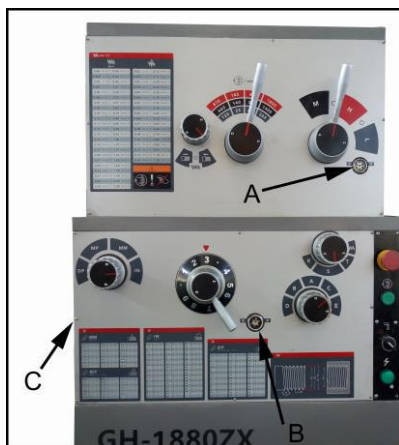

Рисунок 22
Уровень масла должен достигать отметки уровня на смотровом стекле (А, рисунок 22).
Уровень масла должен достигать отметки уровня на смотровом стекле (B, рисунок 22). Залейте масло, выкрутив 2 винта на верхней крышке.
**Слейте масло после первого месяца эксплуатации.** Снимите сливную пробку (C, рисунок 22). Залейте масло. После этого следует менять масло ежегодно (примерно после 700 рабочих часов).